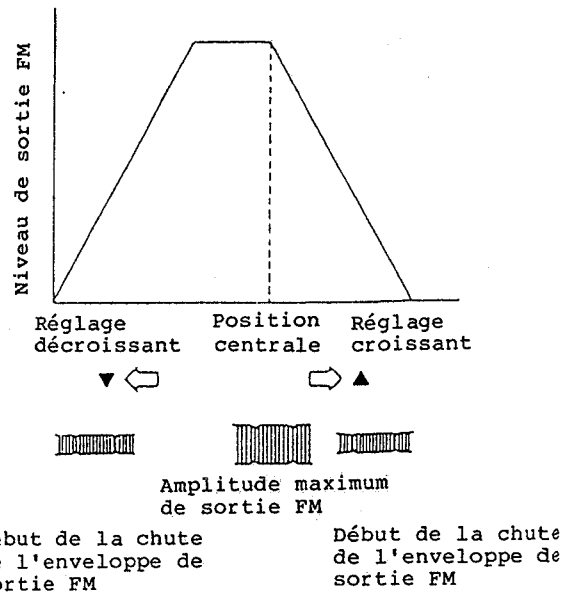

Fig. 3-12
8. Appuyer simultanément sur les deux (2) touches de réglage d'alignement (de réglage bidirectionnel).
10. Régler en tournant l'écrou de réglage de valeur X pour que le signal présent à TP203 (enveloppe FM) ait une amplitude maximum. Appuyer simultanément sur les deux (2) touches de réglage d'alignement (de réglage bidirectionnel) et vérifier que l'enveloppe FM devient linéaire comme représenté sur la figure 3-12.